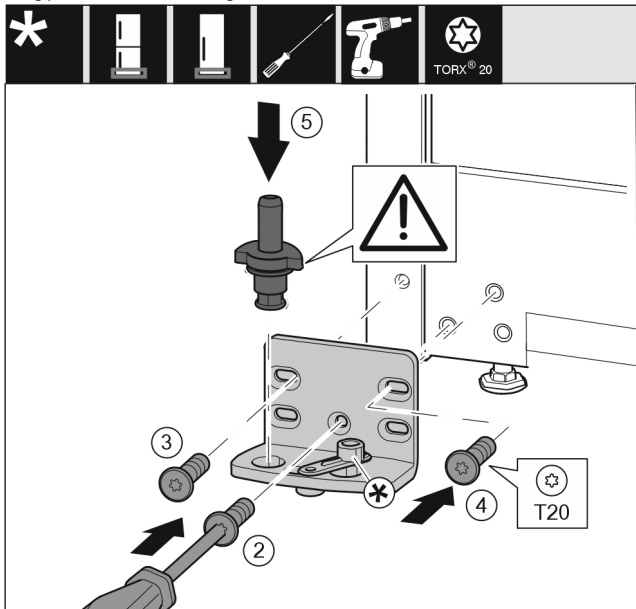

Fig. 47 *
- ▶ Helyezze fel a csapágybakot a másik oldalra, és csavarozza fel csavarhúzóval. Kezdje alul, a középső csavarral Fig. 47 (2).*
- ▶ Húzza meg a csavart Fig. 47 (3) és a csavart Fig. 47 (4).*
- ▶ Helyezze be teljesen a csapszeget Fig. 47 (5). Ügyeljen közben arra, hogy a reteszelő bütyök hátrafelé mutasson.*